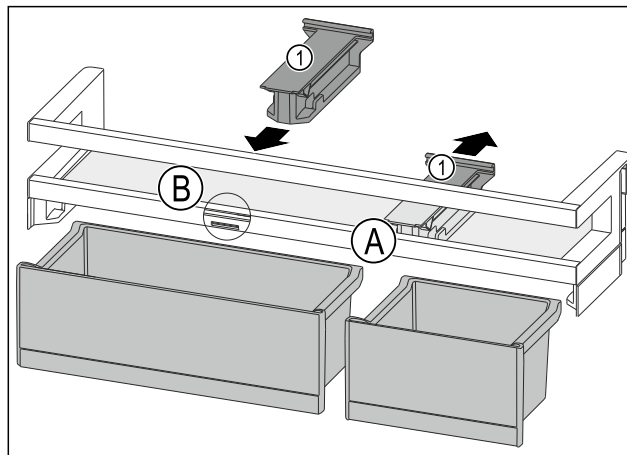

Fig. 154
- ▶ Držák Fig. 154 (1) v poloze Fig. 154 (A) stáhněte dozadu.
- ▶ Držák Fig. 154 (1) vložte v poloze Fig. 154 (B).